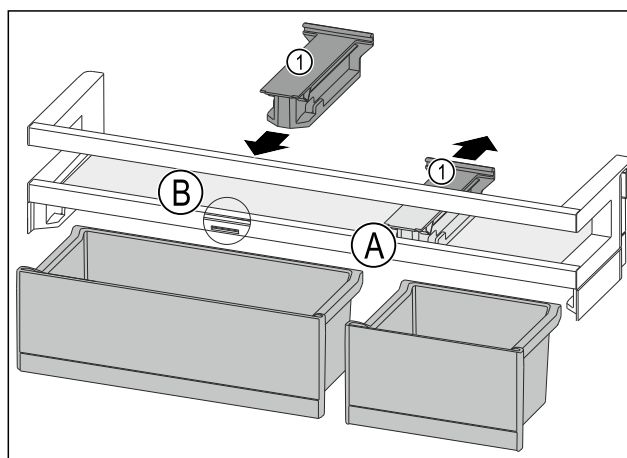

Fig. 109
- Largoni nga prapa pjesën mbajtëse Fig. 109 (1) në pozicionin Fig. 109 (A).
- Vendosni pjesën mbajtëse Fig. 109 (1) në pozicionin Fig. 109 (B).